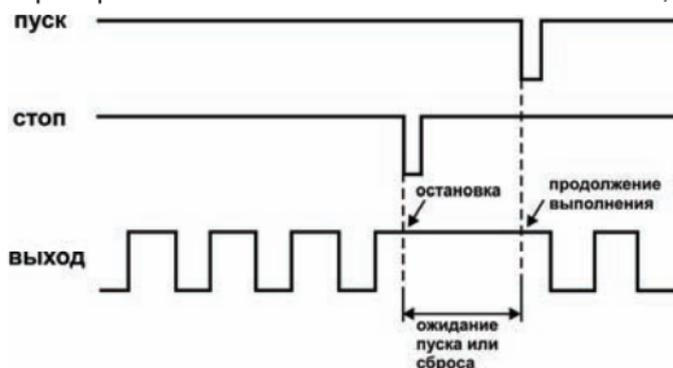

Рисунок 7
3.1.2.3 Поступление сигнала «**Стоп**» останавливает выполнение программы. При этом выходное устройство остается в том состоянии, в котором оно было в момент прихода сигнала «Стоп». Выполнение программы продолжается после поступления сигнала «Пуск», если отсутствует активный уровень на входе «Стоп» (рисунок 7).